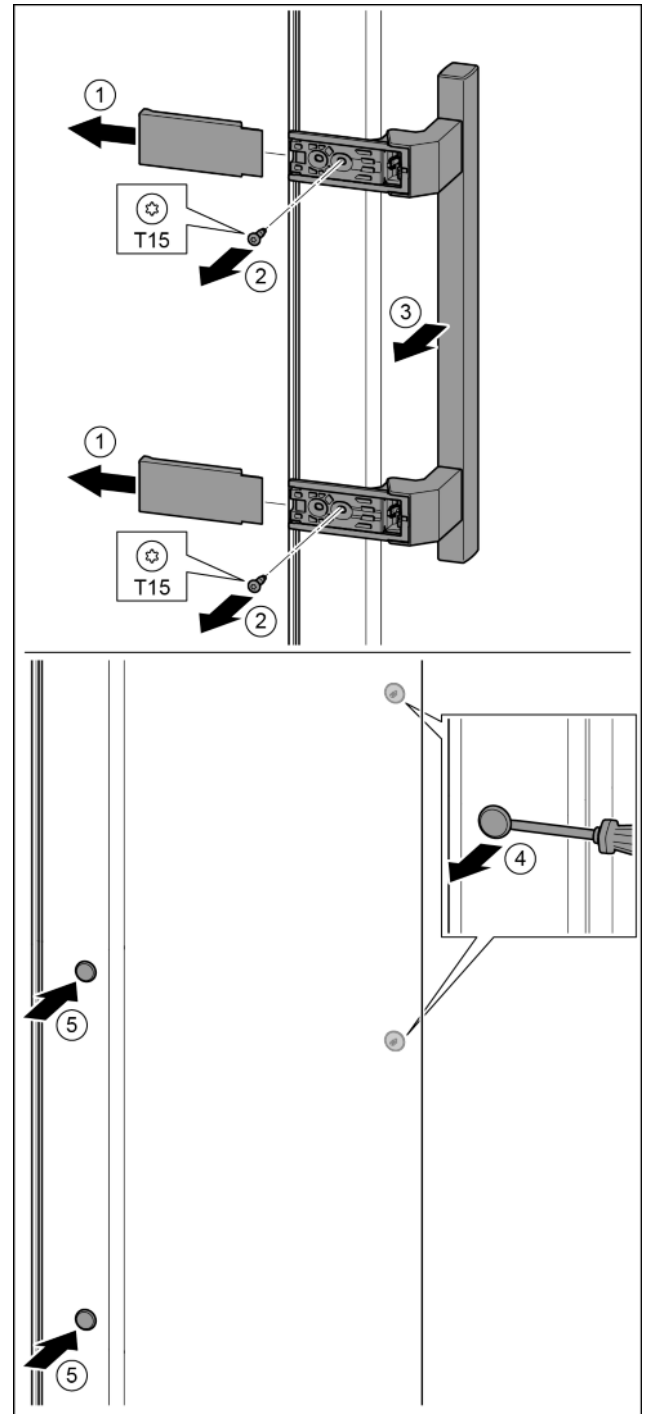

Fig. 17
- ▶ Húzza le a fedelet. Fig. 17 (1)
- ▶ T15 csavarhúzóval tekerje ki a csavarokat. Fig. 17 (2)
- ▶ Vegye le a fogantyút. Fig. 17 (3)
- ▶ Az oldalsó dugókat egy csavarhúzóval óvatosan emelje meg és húzza ki. Fig. 17 (4)
- ▶ A dugókat helyezze be a másik oldalon. Fig. 17 (5)